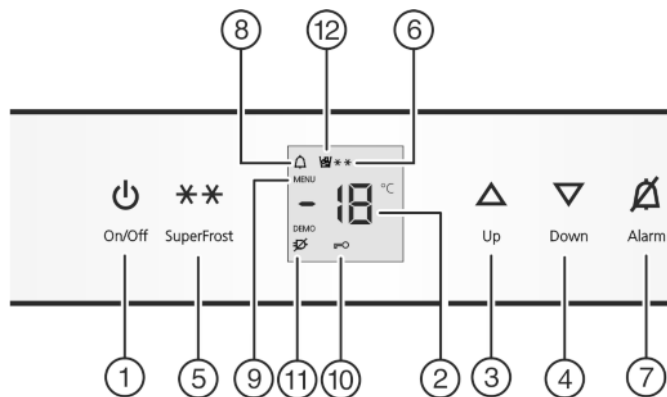

Fig. 2
- ▶ Apăsați tasta On/Off Fig. 2 (1).
- ▶ Activarea modului de reglare: Apăsați tasta SuperFrost Fig. 2 (5) timp de cca. 5 secunde.
- ▷ Simbolul Menu Fig. 2 (9) este aprins.
- ▶ Apăsați scurt tasta SuperFrost Fig. 2 (5) pentru confirmare. Atunci când pe afișaj apare **cl**:
- ▶ Pentru a porni protecția pentru copii apăsați scurt tasta SuperFrost Fig. 2 (5).
- ▷ Simbolul protecției pentru copii Fig. 2 (10) se aprinde. Pe afișaj se aprinde intermitent **c**. Atunci când pe afișaj apare **cl0**:
- ▶ Pentru a opri protecția pentru copii apăsați scurt tasta SuperFrost Fig. 2 (5).
- ▷ Simbolul protecției pentru copii Fig. 2 (10) se stinge. Pe afișaj se aprinde intermitent **c**.
- ▶ Dezactivarea modului de reglare: Apăsați tasta On/Off Fig. 2 (1).
- ▶ Apăsați tasta Alarm Fig. 2 (7).
Totodată clipește și indicatorul de temperatură și simbolul Alarm Fig. 2 (8).
Avertizorul acustic este dezactivat automat, simbolul Alarm Fig. 2 (8) se stinge și indicatorul de temperatură încetează să mai clipească, atunci când temperatura revine la o valoare suficient de scăzută.
- Creșterea temperaturii: Apăsăți tasta de reglare Up Fig. 2 (3).
- Reducerea temperaturii: Apăsăți tasta de reglare Down Fig. 2 (4).